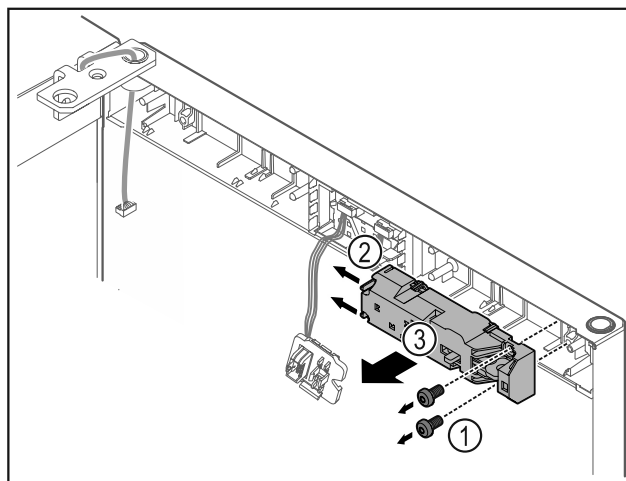

Fig. 21
- Îndepărtați Fig. 21 (1) șuruburile.
- Apăsați ciocurile de fixare Fig. 21 (2) în lateral și detașați încuietoarea de la distanță Fig. 21 (3).